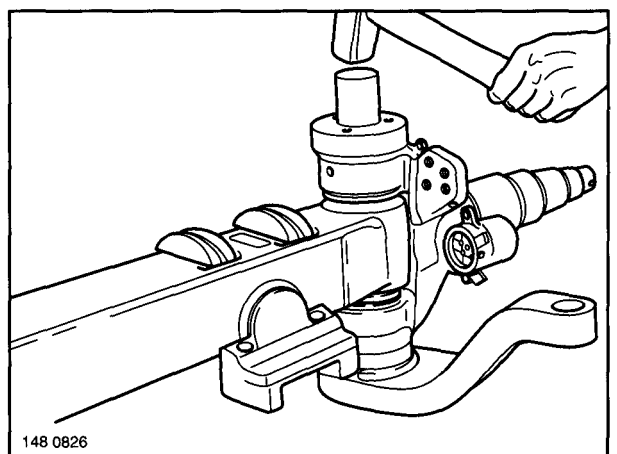

Fig. 25
- (8) Slide the kingpin in in one go, if necessary drive it in with gentle taps of a hammer (Fig. 25) until it is located at the top approx. 2 mm and at the bottom approx. 4 mm within the steering block.
- (7) Chauffer circulairement à rouge les deux côtés de la partie arrière du carter de pivot (figure 25).
- (8) Emmancher rapidement le pivot de fusée, si nécessaire le faire pénétrer à légers coups de marteau (figure 25) jusqu'à ce que le pivot dépasse d'environ 2 mm en haut et 4 mm en bas.
- (8) Lenkbolzen zügig einschieben, ggf. mit leichten Hammerschlägen so weit eintreiben (Fig. 25), bis er oben ca. 2 mm bzw. unten ca. 4 mm innerhalb des Lenkgehäuses zurücksteht.